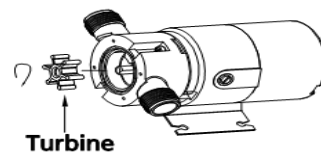

Figure 6 – Installation de la turbine
5. Pour faciliter l'installation de la roue, Graisser légèrement l'intérieur de la cavité de la pompe avec une pile au lithium à base de graisse (Voir Figure 6). D'autres types de graisse pourraient endommager la turbine.